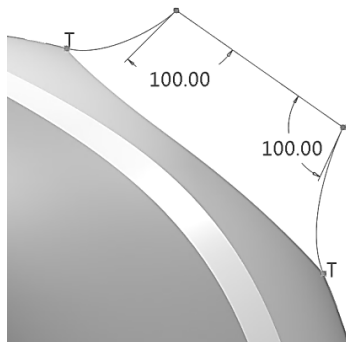

图 7-156 截面草绘“草绘 11”
(4) 选择绘图区中的 RIGHT 平面作为草绘平面，TOP 平面作为参照平面，参考方向为顶。单击【草绘】进入草绘模式。使用【样条】工具捕捉“草绘 10”两端作为参考绘制“草绘 11”，如图 7-156 所示。